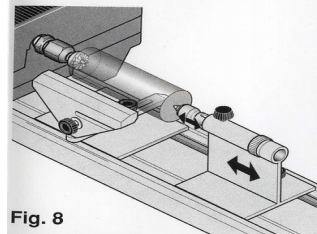

Fig. 8
2. Împingeți centrarea către capatul piesei, așa cum este arătat în Fig. 8, și fixate cu surubul de baza, așa cum este explicat în capitolul precedent.